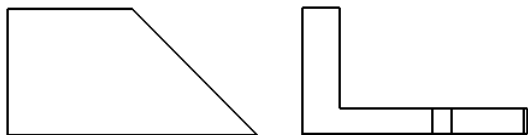

图 9.2.3 叠加工程图
Step4. 此时系统弹出 **GET POINT (获得点)** 菜单, 选择 **Pick Pnt (选出点)** 命令, 然后在系统 **选取原点 (缺省: 中央加亮的)** 的提示下, 在 overlay.drw 工程图中主视图的右侧单击选取一点放置 overlay_02.drw 的主视图, 放置完成后如图 9.2.3 所示。